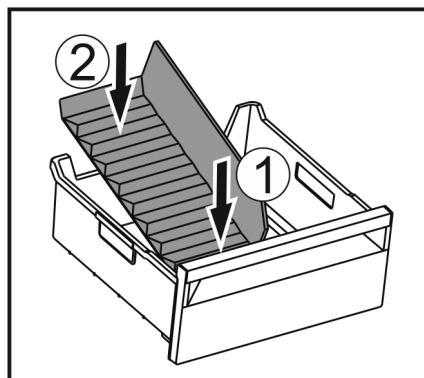

Fig. 224
- Vložte přední část přepážky přihrádky na led. Fig. 224 (1)
- Zadní část přepážky přihrádky na led spusťte až na dno zásuvky. Fig. 224 (2)